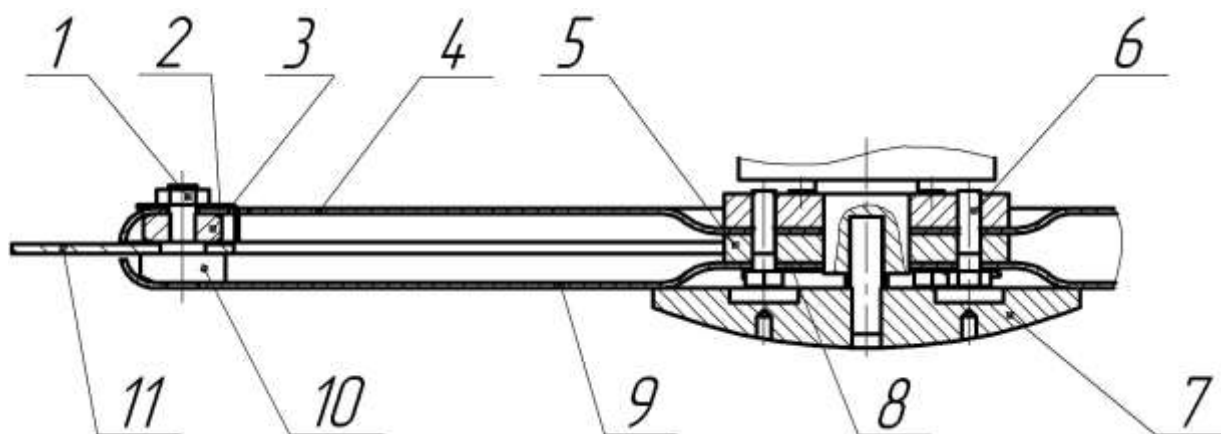

Рисунок 2 – Схема крепления режущих элементов
5.4 Для переустановки или замены ножей 11 (рисунок 2) необходимо демонтировать опору 7 с помощью ключа из комплекта инструмента и принадлежностей, расстопорить шайбы 2, отвернуть гайки 1, расстопорить пластины 8, вывернуть болты 6, снять диск нижний 9, отвернуть гайки 3. Пере-